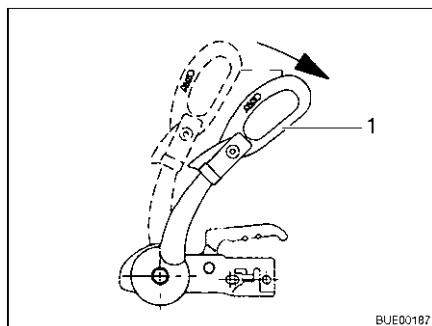

Bild 193 Stabiliseringshandtag
- Öppna stabiliseringshandtaget (Bild 193,1).